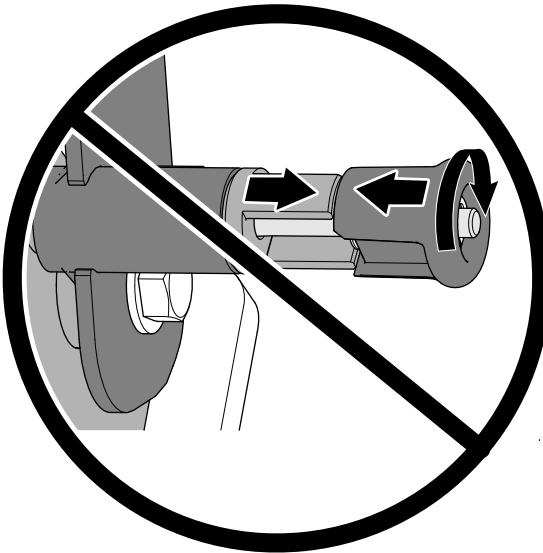

Figura 75
**Importante: No gire el pomo para que no se pueda retraer el pasador del cierre (Figura 75).**